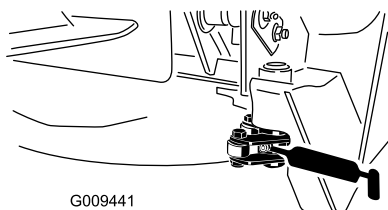

Figura 41
Pivote del enganche (2) (Figura 41)